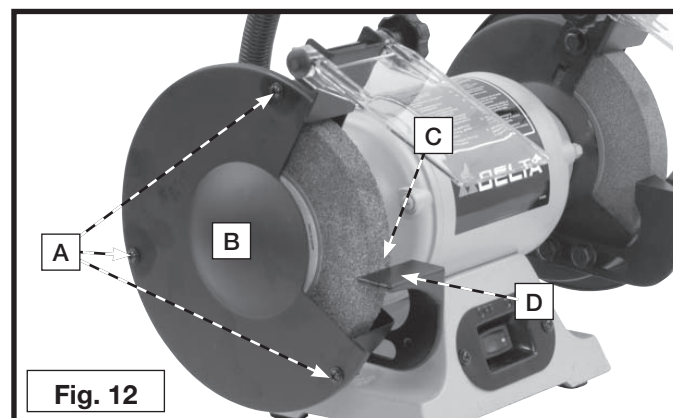

Fig. 12
1. Enlever les deux vis (A) fig. 12 et les couvercles latéraux (B) de la meule.
2. Pour bloquer la rotation de l'arbre, insérer une cale entre la meule (C) et le porte-outil.